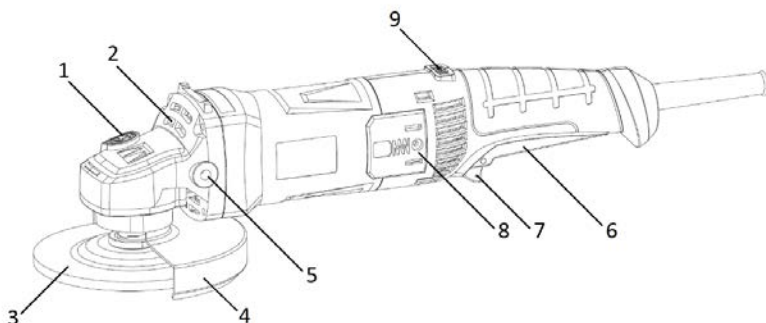

Рисунок 1
2.2.1 Конструкція виробу складається з одноступеневого редуктора з конічними шестернями в металевому корпусі (2), який приєднаний до пластикового несучого корпусу з колекторним двигуном змінного 1-фазного струму, перемикачем (6), мережевим шнуром живлення згідно з рис.1. Вихідний вал редуктора розташований перпендикулярно вісі двигуна і є робочим шпинделем для приєднання змінних насадок (абразивних дисків) (3) з фіксацією затискною гайкою або накрученими на шпиндель. На металевому корпусі (2) виконані нарізні монтажні отвори (5) для встановлення передньої рукоятки у 3-х позиціях, та хомутів з'єднанням закріплений захисний кожух (4) з можливістю фіксованого позиціонування по колу. Для фіксації шпинделя під час зміни дисків (3) в корпусі редуктора (2) передбачений кнопковий фіксатор (1). Електрична частина виробу складається з колекторного однофазного електродвигуна змінного струму, вимикача електричного струму, регулятора швидкості, з'єднувальних проводів і мережевого шнура. Захист від ураження електричним струмом користувача у виробу відповідає класу II за ДСТУ EN 61140:2015.